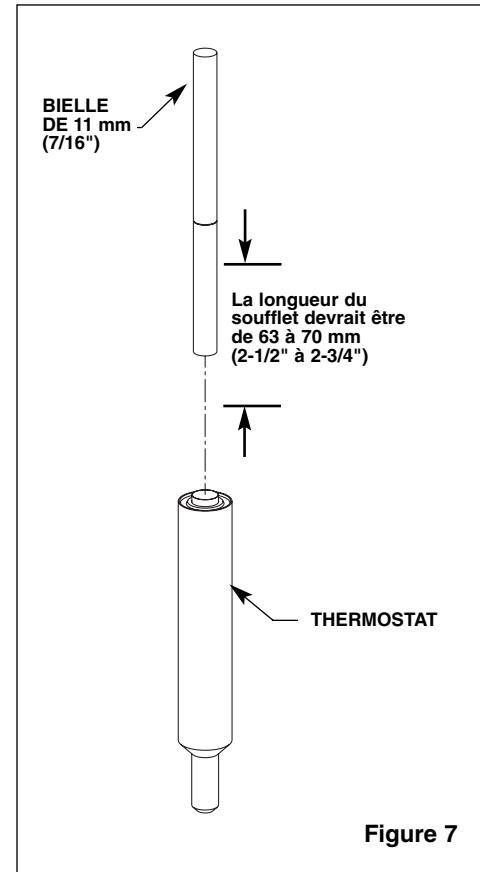

Figure 7
2. Insérer une bielle de 11 mm (7/16") de diamètre dans le soufflet du thermostat. Noter la longueur de la bielle dans le soufflet (voir Figure 7).
3. Noter la longueur du soufflet du thermostat [à température de la pièce, avec 4,45 kg / 44,5 N (10 lb) de force, la longueur du soufflet devrait être d'environ 67 mm (2-2/3")] (voir Figure 7).